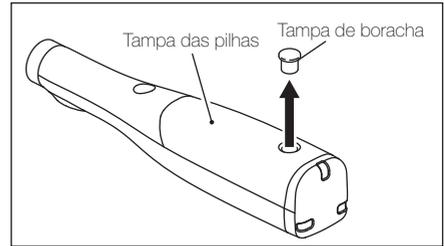

Fig. 11
2. Retire a tampa de borracha da tampa das pilhas com uma chave de fenda fina. (Fig. 11)